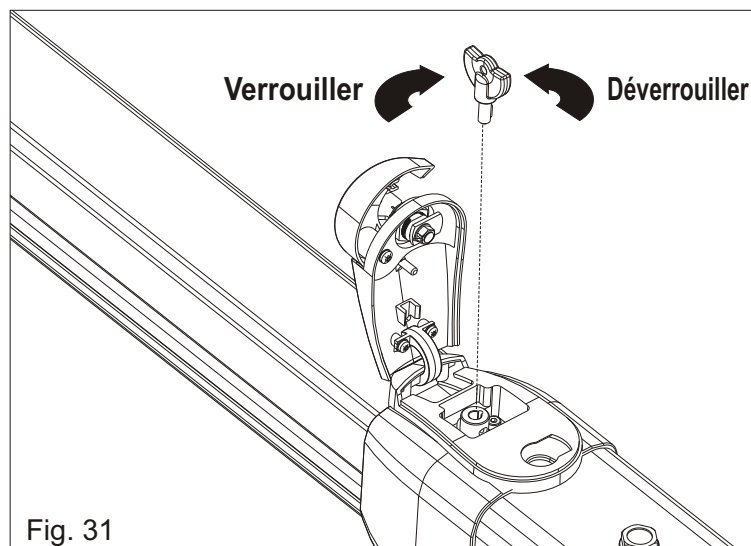

Fig. 31
- 1) Déverrouiller l'opérateur (comme dans Fig. 31)
- Déverrouiller (comme dans Fig. 31)
-Insérer la clef et la tourner de 180 ° en sens anti-horaire (Fig.31).
-Insérer la clef et la tourner en sens horaire jusqu'à son arrêt (Fig.31).